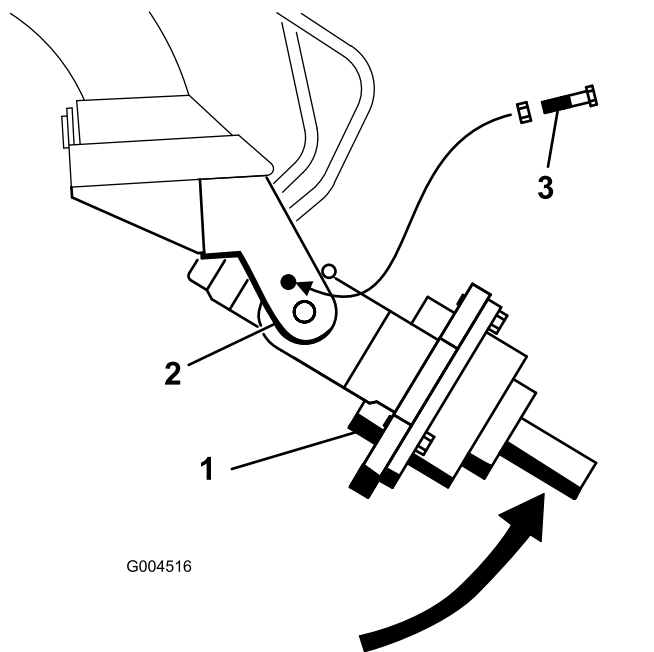

Bild 5
4. Drehen Sie den Antriebskopf für den Erdbohrer manuell nach oben, bis Sie eine Schraube (1/2" x 2-1/2") in das Loch am Wiegearm schieben und den Antriebskopf befestigen können. Ziehen Sie die Schraube leicht mit einer Bundmutter (1/2") an (**Bild 5**).